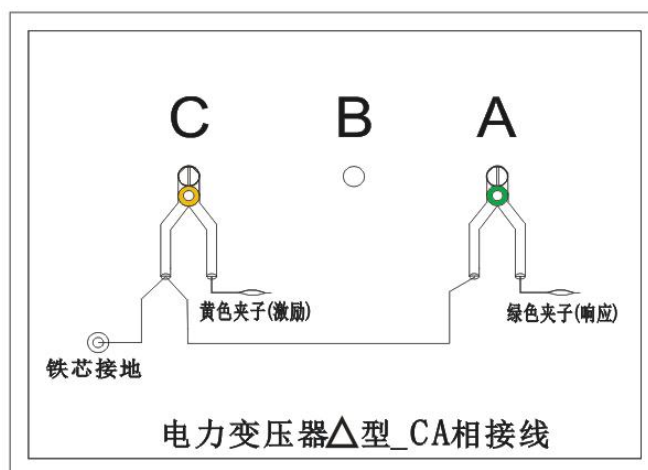

图 12
4.3.4 以上接线完成对三相 $\Delta$ 形的 CA 相测量接线, 如图 12。